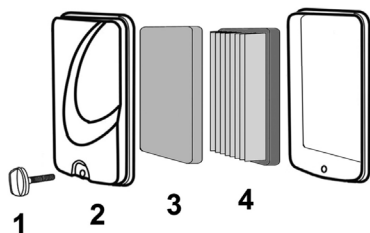

Рис. 22 Обслуживание воздушного фильтра РС5431F
1. Выкрутите болт (1) и снимите крышку воздушного фильтра (2) (Рис. 22).
2. Извлеките предварительный поролоновый (3) и основной бумажный (4) воздушные фильтры (Рис. 22).
4. При незначительном загрязнении промойте предварительный поролоновый фильтр (Рис. 22 п. 3) теплым мыльным раствором и просушите. Поврежденный или сильно загрязненный поролоновый фильтр замените.
Бумажный фильтрующий элемент (Рис. 22 п. 4) не подлежит очистке, необходима его замена. Не продувайте основной бумажный фильтр сжатым воздухом, не промывайте его в бензине и других растворителях. Эксплуатация двигателя с грязным или поврежденным воздушным фильтром, или без воздушного фильтра приведет к попаданию грязи и пыли в карбюратор и двигатель, что в свою очередь, станет причиной его быстрого износа. Двигатель в этом случае не подлежит ремонту по гарантии.